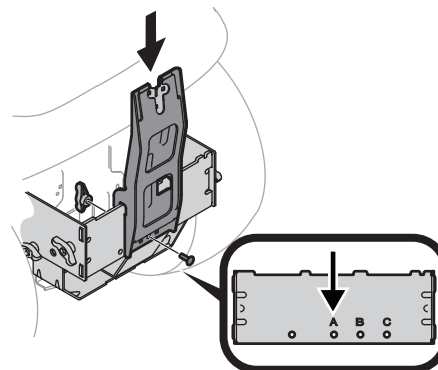

Figure 5
- Fixez le support vertical au support de montage avec un boulon de carrosserie (710-0276) et un écrou papillon (720-04122) du kit de quincaillerie (689-02364). Voir Figure 5 à la page 28.